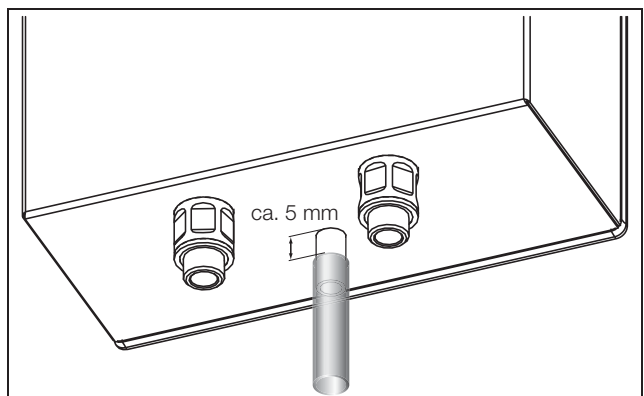

Abb. 8: Kondensatwasserablauf anschließen
- Stecken Sie einen geeigneten flexiblen Schlauch (Ø 12 mm, 1/2") auf den Kondensatstutzen gemäß Abb. 8 auf (unten am Gerät).
Zur einfachen Reinigung ist ein Abstand von 5 mm zwischen Schlauch und Gehäuseunterseite einzuhalten (Abb. 8).